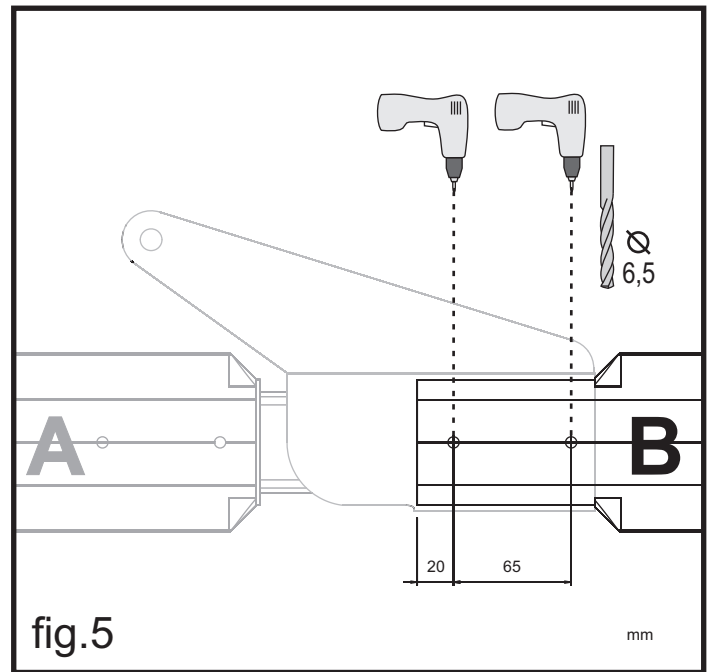

fig.5
Eseguire 4 fori (D. 6,5mm) nel profilo (B) due per ogni lato come indicato in fig. 5.
Effectuer 4 trous (D. 6,5 mm) dans le profil (B) deux de chaque côté comme indiqué dans la fig. 5.
Realice 4 taladros (ø 6,5mm) en el perfil (B) dos por cada lado como muestra la fig. 5.
Drill 4 holes (D. 6.5mm) in profile (B), two on each side as shown in fig. 5.